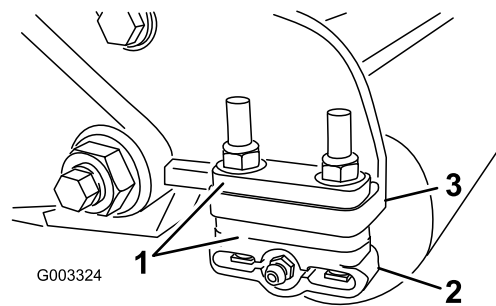

図 14
1. 希望の刈高範囲に必要な数のスペーサを刈高チャートで確認し、スペーサをサイドプレートの取り付けフランジ 図 14の下に入れて、後ローラのブラケットの位置を正しくセットする 図 14。